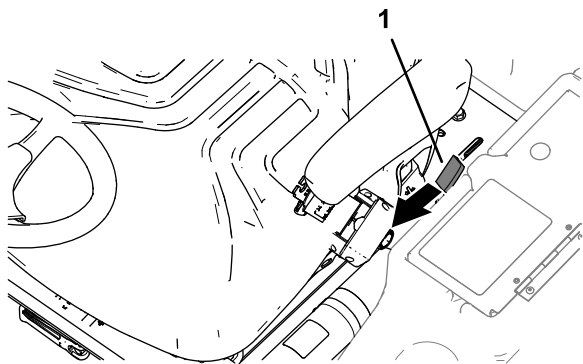

Figura 1
1. Spostate la maniglia di fermo della piattaforma (Figura 1) verso la parte anteriore della macchina fino a quando il dispositivo non si sgancia dalla barra di bloccaggio.